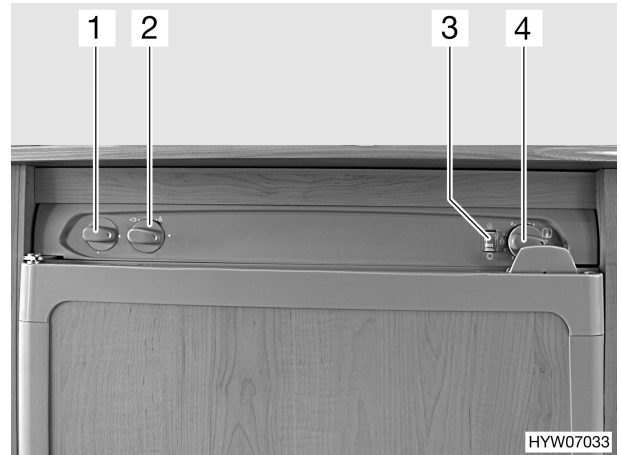

Bild 115 Bedienelemente für Kühlschrank (Variante 3)
- Energie-Wahlschalter (Bild 115,2) auf Gas  stellen.
- Drehregler (Bild 115,4) auf Stufe 5 stellen, drücken und gedrückt halten. Die Gaszufuhr ist geöffnet. Der Zündvorgang erfolgt automatisch. Ein tickendes Geräusch ist hörbar, bis der Zündvorgang erfolgreich abgeschlossen ist.
- Drehregler gedrückt halten, bis der Flammenanzeiger (Bild 115,3) grün wird, dann loslassen. Falls die Flamme erlischt, wiederholt das Zündgerät automatisch den Zündvorgang.
- Kühltemperatur mit dem Drehregler (Bild 115,4) einstellen.
- Energie-Wahlschalter (Bild 115,2) auf "O" stellen. Das Gerät ist abgeschaltet.
- Energie-Wahlschalter (Bild 115,2) auf 230-V-Betrieb  stellen.
- Kühltemperatur mit dem Drehregler (Bild 115,1) einstellen.
- Energie-Wahlschalter (Bild 115,2) auf 12-V-Betrieb  stellen.